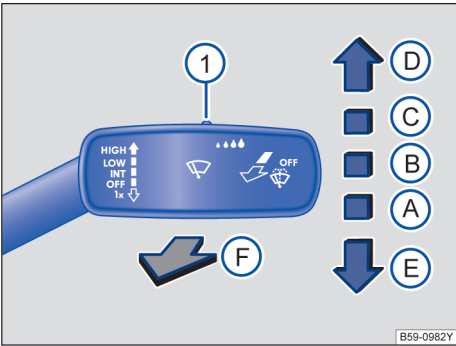

图 94 操作车窗玻璃刮水器
- 1**  使用开关→ 图 94 **1** 调节雨量传感器的灵敏度。
- 向下短按车窗玻璃刮水器操作杆 → 图 94❸。